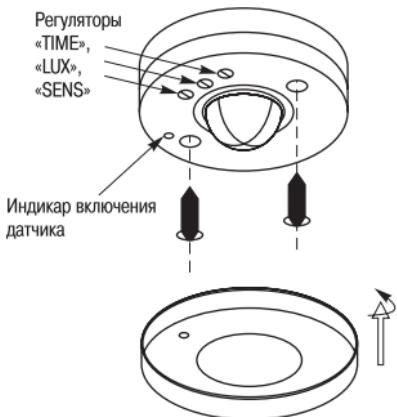

Рисунок 2
5.2 Установка датчиков осуществляется, как правило, на потолке помещения (рисунок 2). Высота установки должна составлять от 2 до 6 м.
Для доступа к крепёжным отверстиям в основании датчика, а также к регулировочным винтам, необходимо снять с датчика защитную крышку, повернув её по часовой стрелке (смотри рисунок 2).